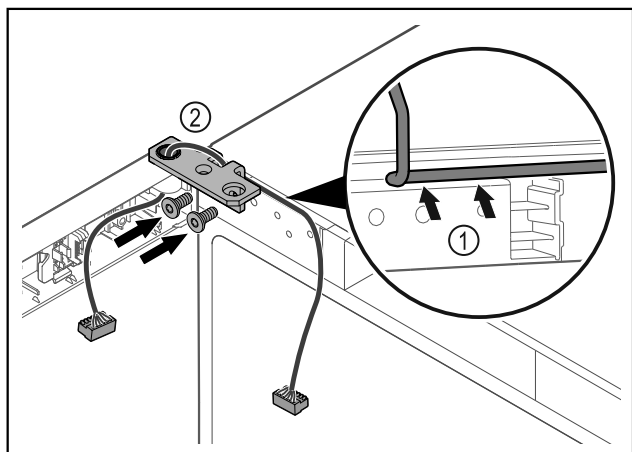

Fig. 58
- ▶ Kabel speljite skozi izrez tečaja kotnika in ga previdno zložite Fig. 58 (1).
- ▶ Privijte kotnik tečajev vrat Fig. 58 (2).